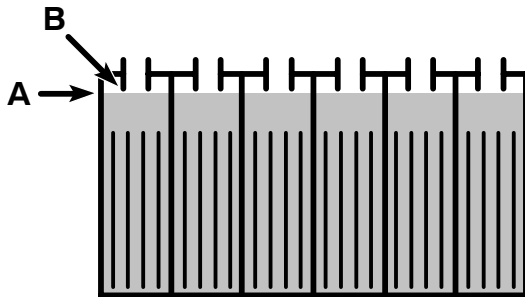

FIG. 50
- Après la mise en charge des batteries, vérifiez le niveau d'électrolyte (A) dans chaque élément de batterie. Le niveau doit se trouver environ à 1 cm du bord inférieur de l'orifice de remplissage (B). Ajoutez de l'eau distillée si nécessaire (Figure 50). NE REMPLISSEZ PAS TROP.